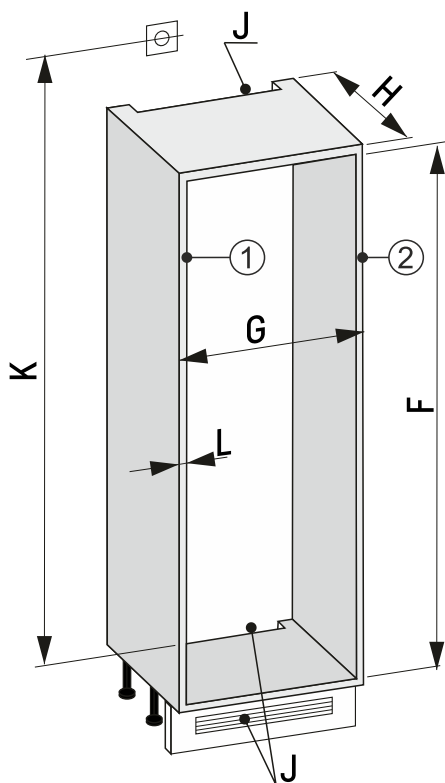

Fig. 88 Ниша 30"
- Измерете дебелината на стената на шкафа Fig. 88 (L).